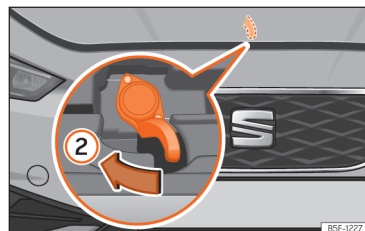

Abb. 219 Hebel unter der Motorraumklappe.
- Um die Frontklappe zu öffnen, drücken Sie den unterhalb der Frontklappe mittig vorgesehenen Hebel mit der Hand nach links >>> [Abb. 219] ②. Die Fanghaken werden entriegelt.